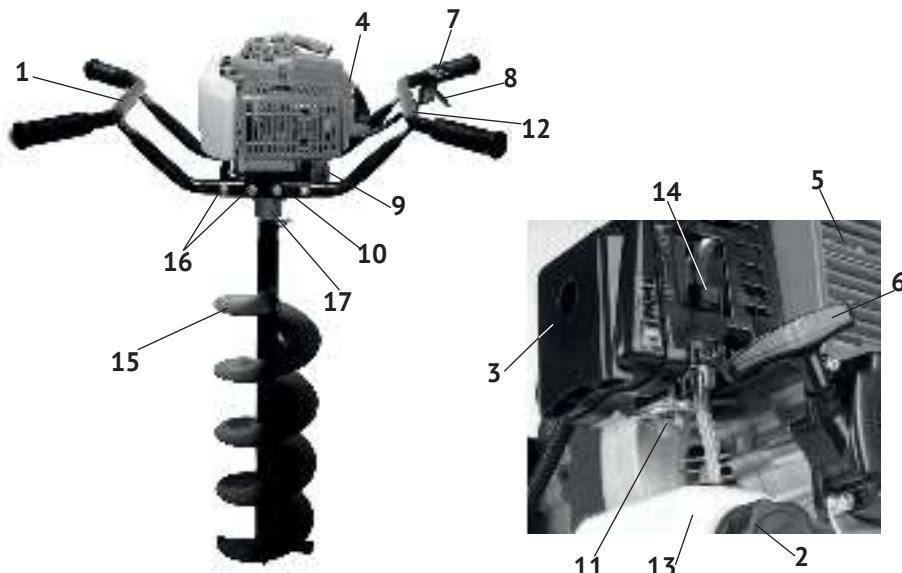

рис. 1
2.4 Общий вид бензобура представлен на рис.1
3.1 Двигатель бензобура с металлическим редуктором (рис.1 поз.9) смонтирован на металлическом основании. Снизу к основанию прикручена рама (рис.1 поз.10), к которой крепятся рукоятки (рис.1 поз.1 и 12). Соосный с валом двигателя шестерёнчатый редуктор понижает частоту вращения, что приводит к увеличению крутящего момента на выходном валу (рис.1 поз.17). На выходной вал стандартного размера ($\varnothing 20\text{мм}$) крепится рабочий инструмент бензобура: шнеки для бурения скважин в грунте или лунок во льду.
3.2 Бензобур оснащён одноцилиндровым двухтактным двигателем внутреннего сгорания с вертикальным расположением коленчатого вала. Двигатель имеет карбюраторную систему питания. Пуск двигателя осуществляется ручным тросовым возвратным стартёром (рис.1 поз.6).
- вставить трубчатые концы рукояток в пазы рамы (рис.1 поз.10) до совпадения крепёжных отверстий;
Открутите крышку (рис.1 поз.2) топливного бака. Заливайте топливо в бак не более чем на 1 см ниже уровня основания заливной горловины. Перед запуском двигателя тщательно протрите топливный бак, удалив возможные при заправке брызги топлива.
6.1.2 При нажатии на рычаг дроссельной заслонки (рис.1 поз.8), увеличиваются обороты двигателя и, после срабатывания центробежного сцепления, шнек начинает вращаться. Скорость вращения шнека регулируется усилием, приложенным к рычагу дроссельной заслонки.